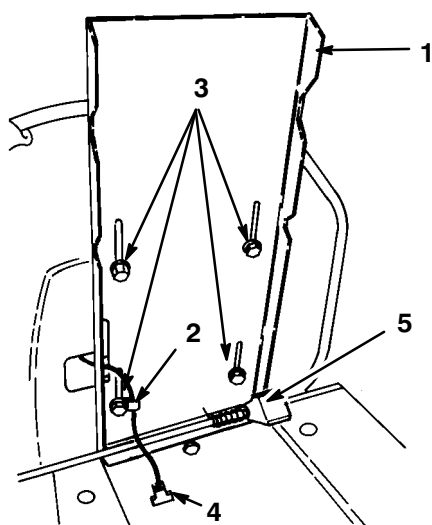

Figure 2
1. Placez le siège sur le socle, en prenant soin d'insérer le câble du commutateur du siège dans la fente et d'aligner les trous de montage (Fig. 2).
2. Enfilez le collier sur le fil du commutateur du siège (Fig. 2).
3. En vous servant de la fente de montage avant gauche, fixez, sans serrer, le collier et le siège au socle à l'aide d'une vis (5/16 x 3/4 pouce) et une rondelle (5/16 pouce) (Fig. 2).